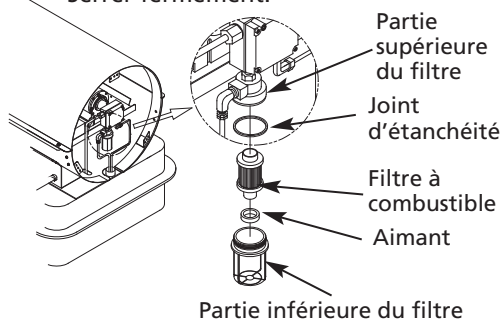

Figure 18 – Filtre de la pompe à combustible
- Déposer le filtre à combustible, le joint d'étanchéité, l'aimant de la partie inférieure du filtre (voir la Figure 18).